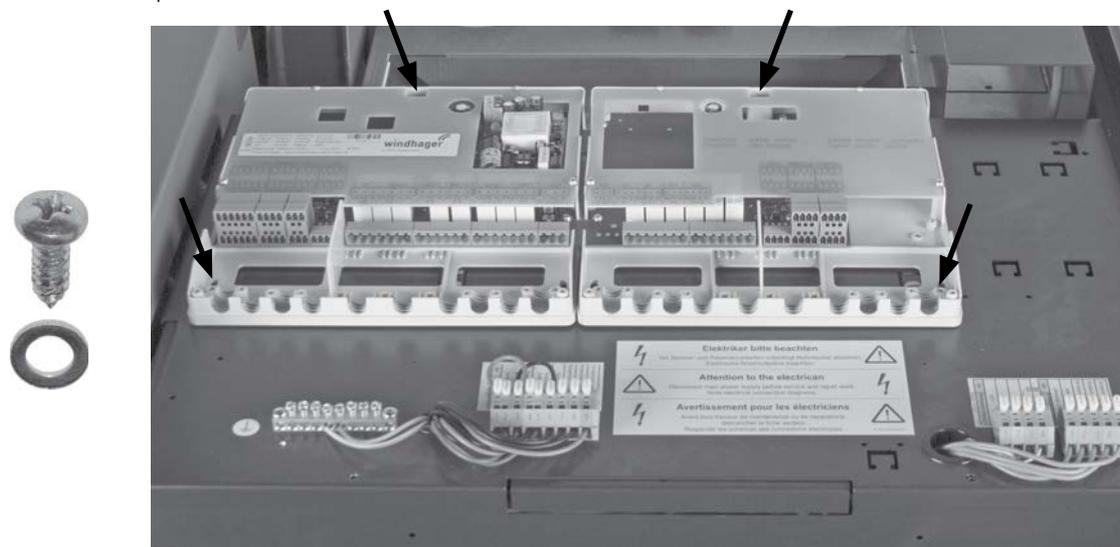

Fig. 98 Montaggio della regolazione MES INFINITY (moduli funzionali) nel quadro di comando
- Avvitare il modulo funzionale al quadro di comando con le rondelle e le viti autofilettanti allegate – Fig. 98.